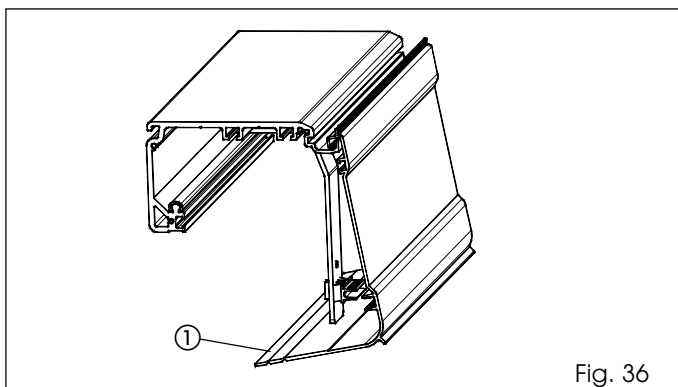

Fig. 36
- Le verrouillage du capot se produit au niveau des brides par l'intermédiaire de crochets spécifiques (fig. 36).
- Casser le profilé du capot inférieur en excès en utilisant une paire de pinces (fig. 36 réf. ①).